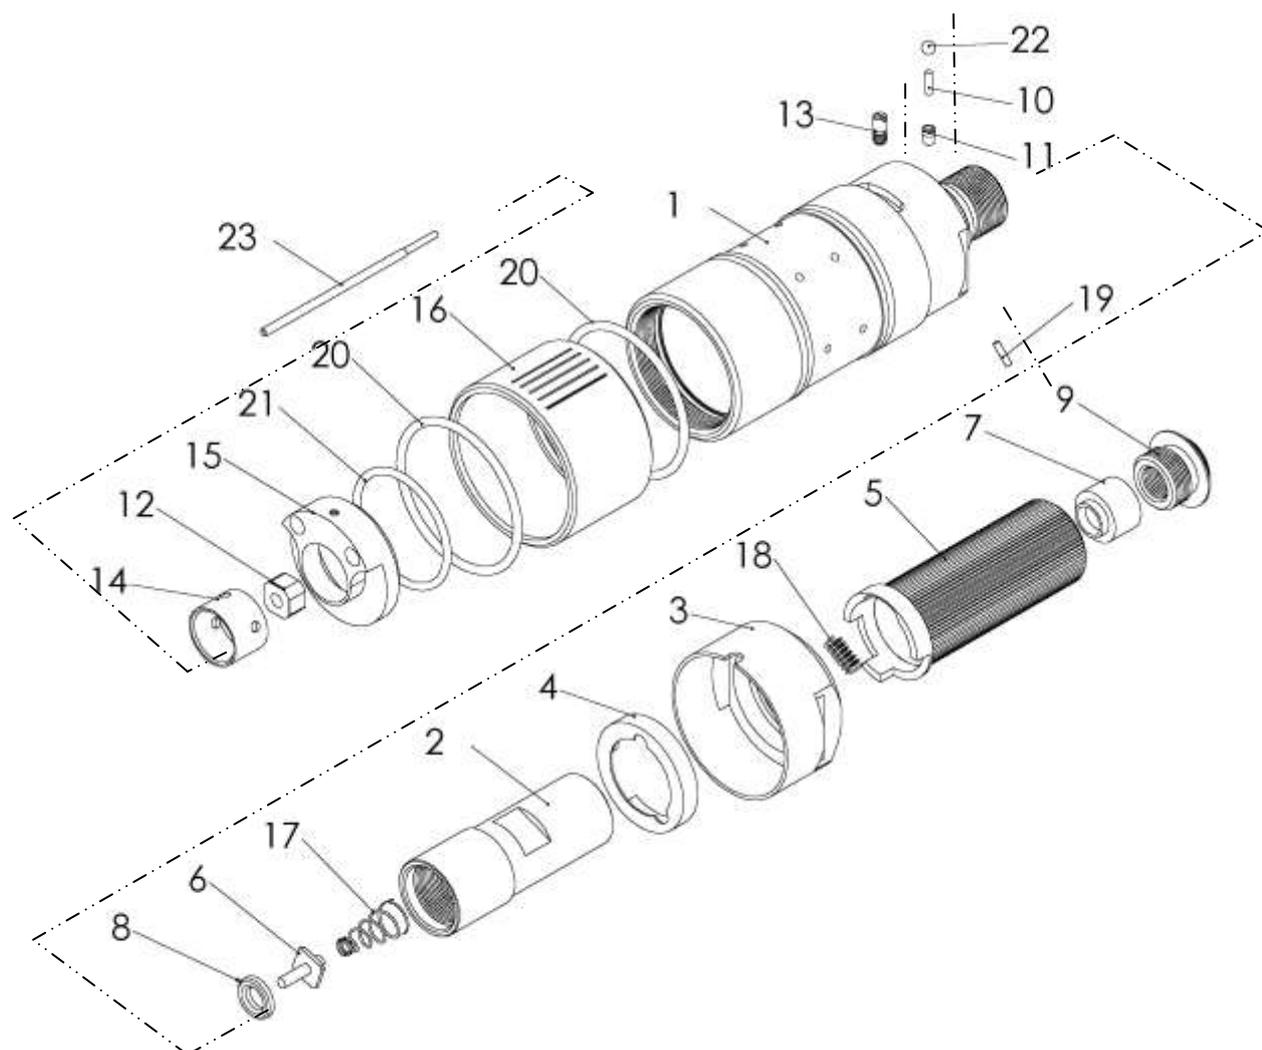

Рис. 3.
Поворотная рукоятка 5 (рис. 3), в целях обеспечения безопасности, снабжена устройством экстренной остановки вальцовочной машины. Так, например, если отпустить рукоятку в процессе работы, то машина мгновенно остановится, независимо от направления вращения шпинделя.
Струя отработанного воздуха, благодаря поворотной выхлопной втулке 16 (рис. 3), может быть направлена в любую сторону, что создает удобства для рабочего.
- Перед началом работы необходимо залить во входное гнездо 9 (рис. 3) пускового устройства 20...30 г масла И-20А и включить машину на 1...2 минуты вхолостую.
- Опробовать работу машины на холостом ходу. Включать и останавливать вальцовочную машину можно только поворотом рукоятки 5 (рис. 3). Изменять направление вращения шпинделя под нагрузкой нужно плавным поворотом рукоятки из одного крайнего положения в другое.